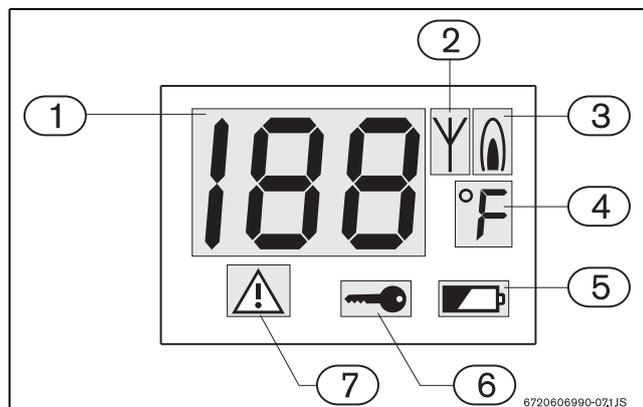

Fig. 25 LCD multifonctionnel
Ce dispositif a un système de messages d'erreur. Toutes les erreurs gérées par le chauffe-eau seront présentées par un code d'erreur dans l'écran (Fig. 25, pos. 1) et par un symbole qui indique un "dispositif de sécurité" (Fig. 25, pos. 7). La télécommande ne fonctionnera qu'après avoir été appuyé la touche de réinitialisation dans le chauffe-eau et seulement après avoir été résolu l'erreur. Pour identifier le type d'erreur ou si l'erreur n'est pas résolue, consultez le manuel d'installation du chauffe-eau.
Quand les batteries sont faibles, le symbole de batterie faible (Fig. 25, pos. 5) est présenté dans l'écran.